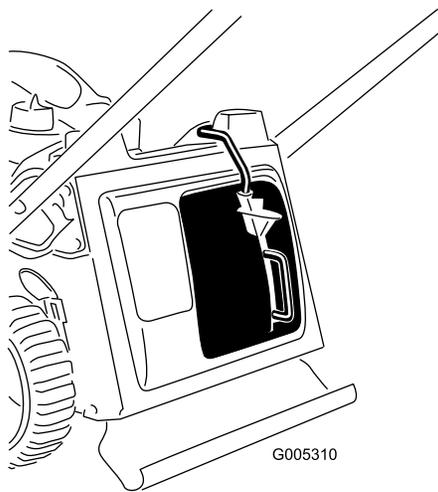

図 10
3. ボタンから手をはなして、レバーの上部がスイッチのチャンネル部に完全に嵌っていることを確認する 図 10。レバー上部がチャンネル部に完全に嵌っていないと、エンジンが始動しません